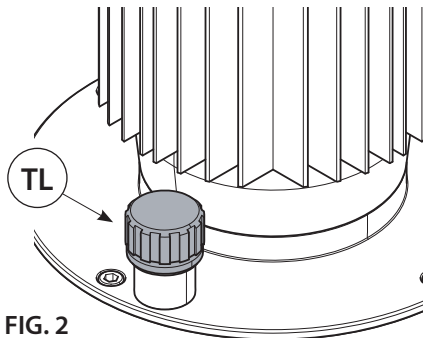

FIG. 2
- Para evitar pérdidas de aceite durante el transporte, la bomba es suministrada con un tapón hermético. Para un correcto funcionamiento de la bomba este tapón debe ser sustituido con el tapón de trabajo (TL) (Fig. 2) de color naranja dotado de barra de nivel del aceite (suministrado en dotación).
- Destornillar el tapón de transporte y atornillar a fondo el tapón de trabajo (TL).
- Controlar que la tensión de red corresponda a la indicada en la etiqueta de identificación, después conectar el enchufe de alimentación: se iluminará el interruptor general (IG) indicando la presencia de energía eléctrica.